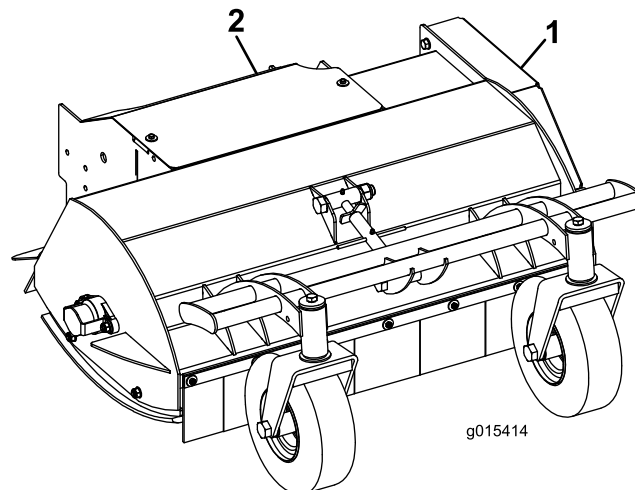

Figura 7
1. Rimuovete la protezione superiore (Figura 7).